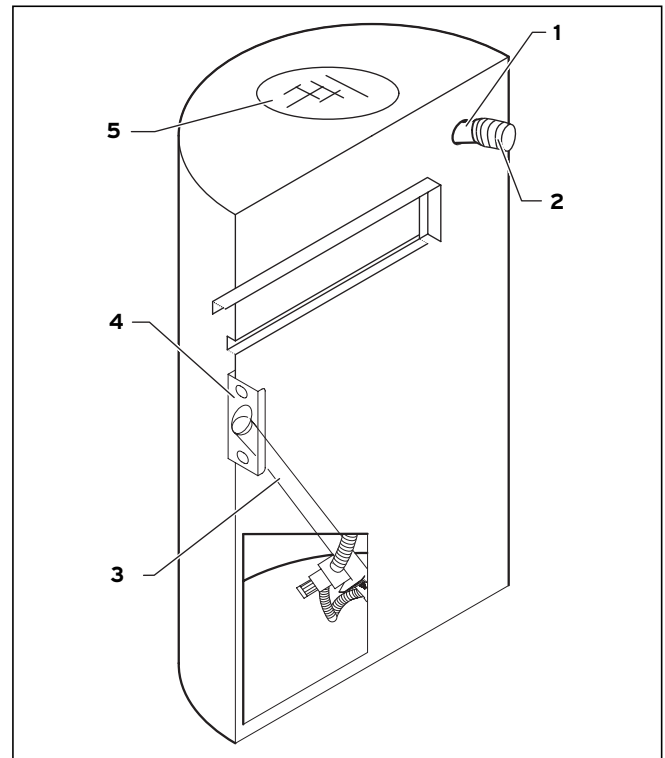

Abb. 5.5 Funktionselemente des Vorratsbehälters
Flanschverbindung: Die Flanschverbindung (8) verbindet die Einschubschnecke (3, Abb. 5.5) aus dem Vorratsbehälter mit dem Fallschacht (1) des Pelletkessels.